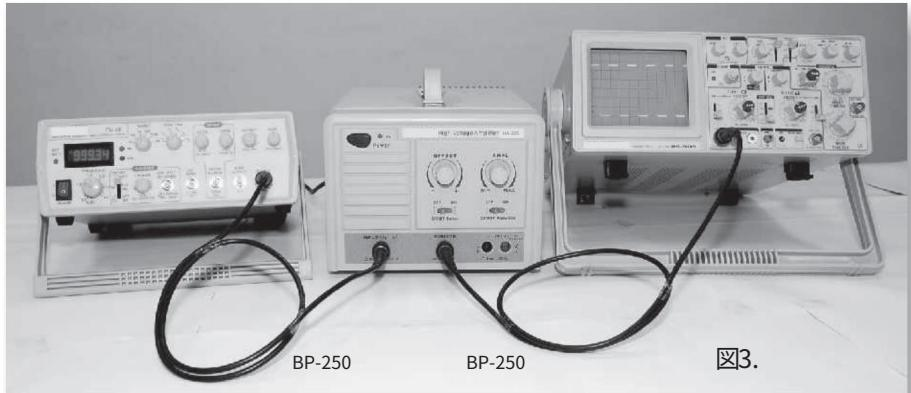

図3.
5.1 ファンクションジェネレータを入力端子として使用し、HA-205 モニターをオシロスコープに直接接続して、実際の増幅状況を観察します（図 3）。